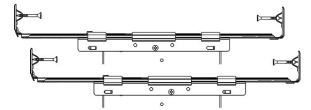

Fig. 3
2. El sistema de barra de suspensión tiene 2 posiciones. Determine qué configuración de montaje se adapta mejor a la instalación (Fig. 3).